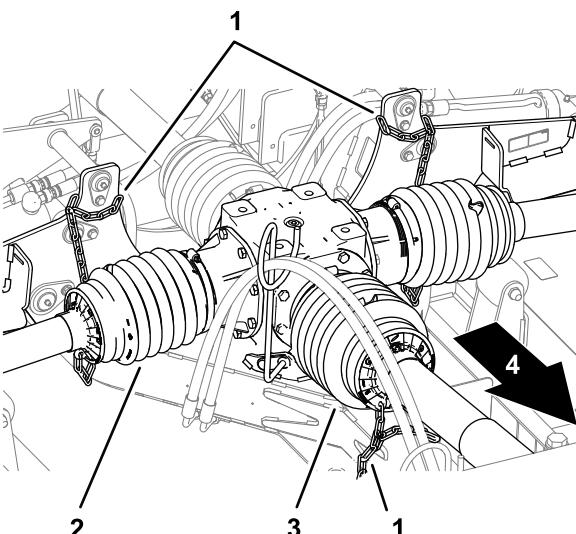
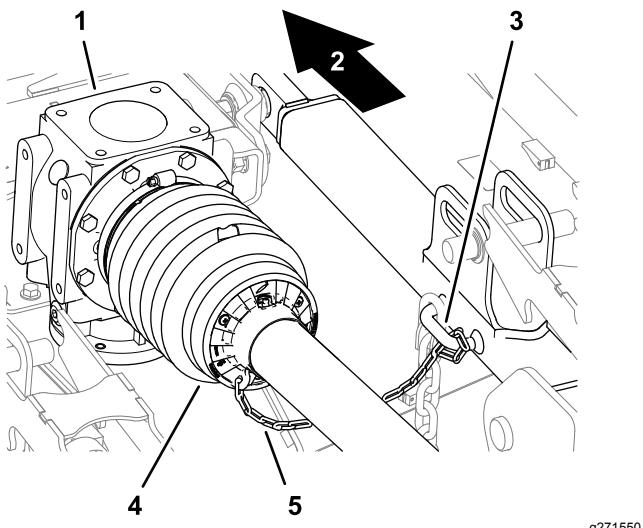

Figura 18
Figura 21
6. Compruebe que la cadena de seguridad está conectada al protector del árbol de la TDF trasero, los protectores del árbol de transmisión y el bastidor del cortacésped (Figura 18 y Figura 21).